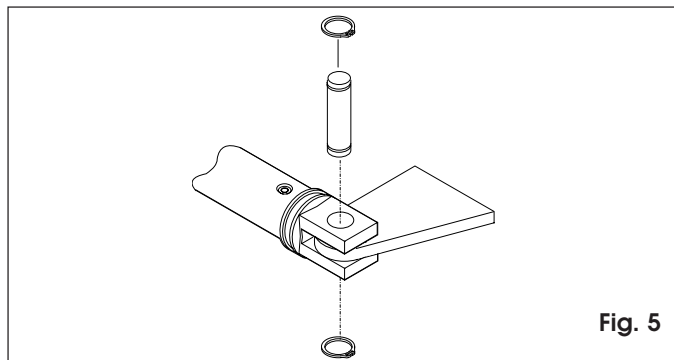

Fig. 5
- 7) Montare l'attacco anteriore sullo stelo come da fig. 5.